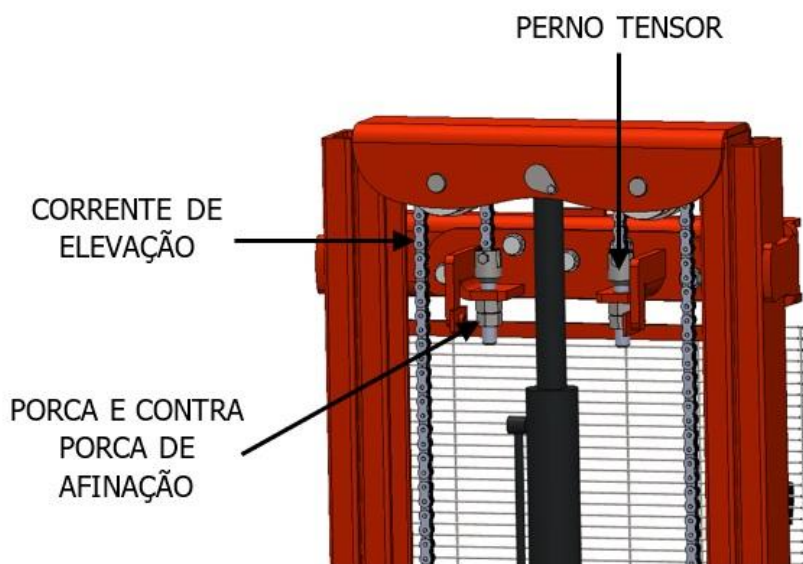

Figura 9.3 – Mecanismo de afinação das correntes de elevação.
2. Alivie a contraporca do perno tensor (*Figura 9.3*).